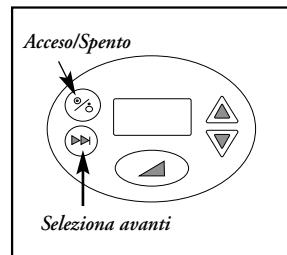

Figura 9
- Quando ci si sveglia al mattino, premere il pulsante ON[ACCESO]/OFF[SPENTO] per spegnere il soffiente **Figura 9**.
5. Quando ci si sveglia al mattino, premere il pulsante ACCESO/SPENTO per spegnere il soffiante **Figura 9**.